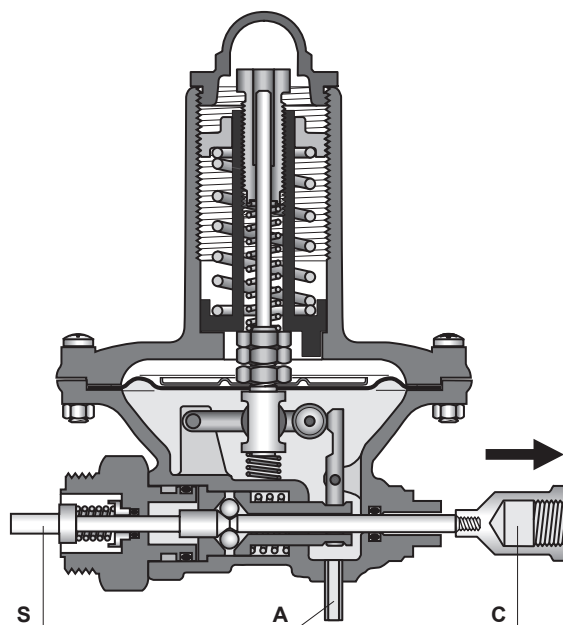

Figura 4. Messa in Servizio Serie OS/66
- Appoggiare il portasfere (pos. 10) sull'apposita chiave speciale, ingrassare abbondantemente e sistemare le sfere (pos. 12) nell'apposita sede del portasfere, il grasso ne impedirà la caduta; tenere verticale la chiave speciale e avvitare a fondo il porta-sfere.
- Registrare la posizione del portasfere (pos. 10) in modo che, con la leva (pos. 24) tenuta premuta a fine corsa, il gruppo piastrina (pos. 8) passi liberamente con un gioco di 0,2 a 0,3 mm.
- Ripristinare la posizione del dado di registro (pos. 40) secondo le quote indicate in Figura 4.
- Tenere leggermente premuto il gruppo stelo (pos. 41) per permettere un migliore assestamento della membrana (pos. 36) e montare il coperchio (pos. 7), controllare che il gruppo stelo (pos. 41) sia centrato.
- Serrare uniformemente le viti (pos. 27) i dadi (pos. 25) e le rondelle (pos. 26) di fissaggio del coperchio in modo da garantire la migliore tenuta.
- Rimontare l'organo di sgancio e fissarlo avvitando i grani (pos. 29).